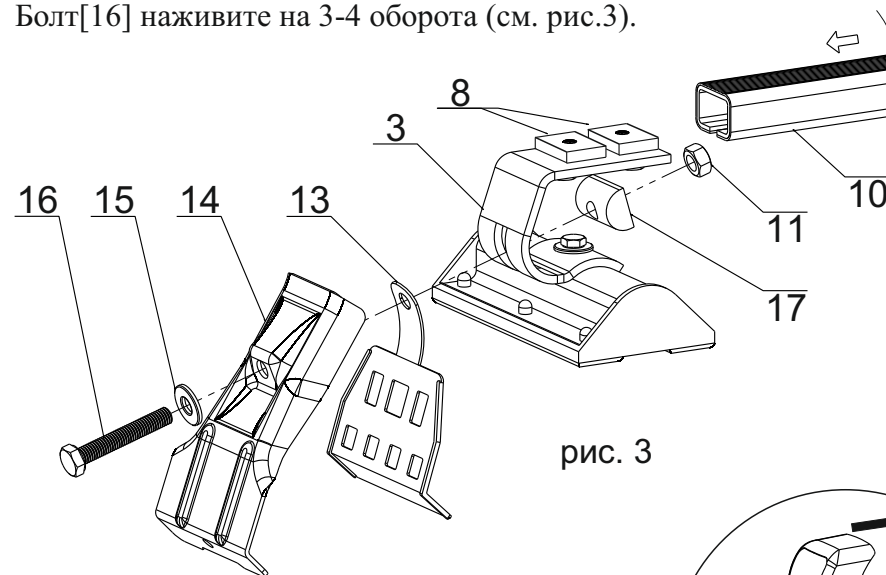

рис. 3
**д.** соедините кронштейн[14] с помощью болта[16], шайбы[15], гайки полукруглой[17] и гайки[11] со скобой[3] через прокладку[13]. Болт[16] наживите на 3-4 оборота (см. рис.3).